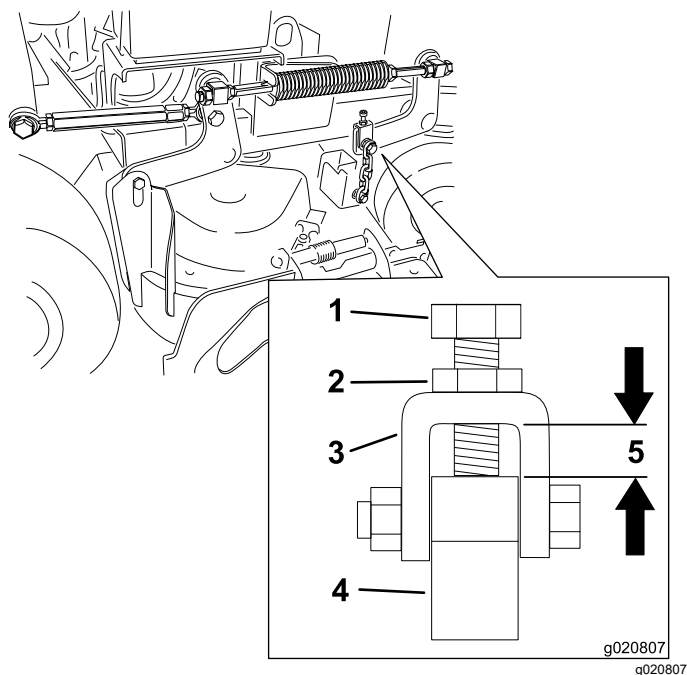

Figura 82
Nota: Esta distancia debe ser de 11 mm, según se muestra en Figura 82.
6. Si es necesario ajustarlo, afloje el perno superior de la cadena (Figura 82).
7. Afloje la contratuerca y ajuste el perno de ajuste para obtener la distancia correcta, según se muestra en Figura 82.